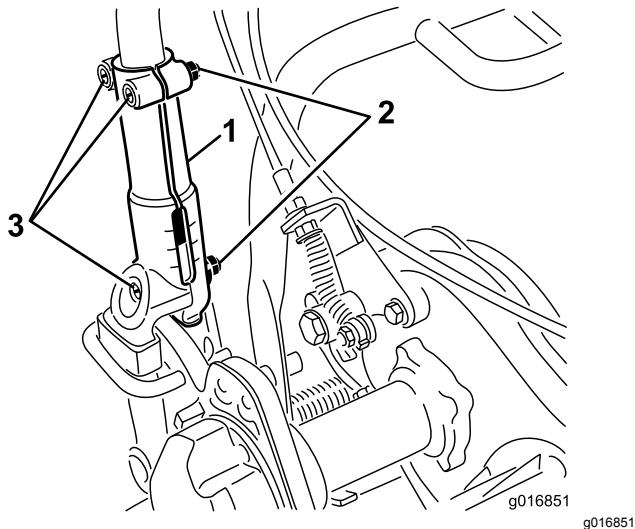

Figura 26
1. Afloje los 3 pernos de cuello cuadrado y las tuercas que sujetan ambos lados del manillar a las abrazaderas (**Figura 26**).